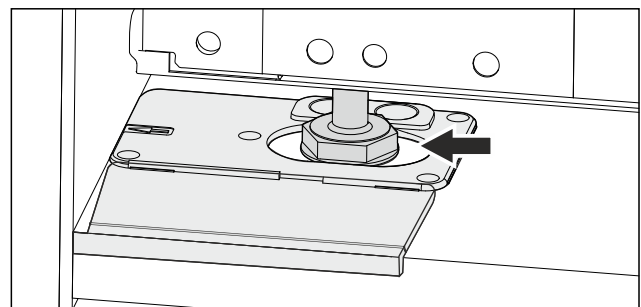

Fig. 51
- Aliniați aparatul cu ajutorul picioarelor reglabile. Fig. 51 ()